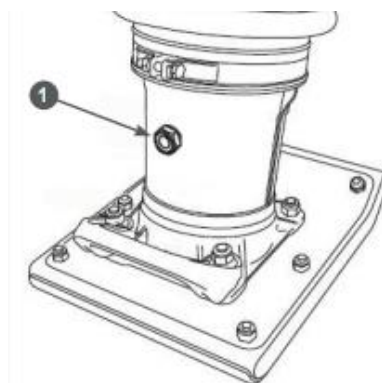

Рис.7 Проверка уровня масла в рабочем цилиндре
2. На задней стороне рабочего цилиндра находится пробка 1 со смотровым отверстием для контроля уровня масла в рабочем цилиндре (Рис. 7). Уровень масла должен быть посередине смотрового отверстия.